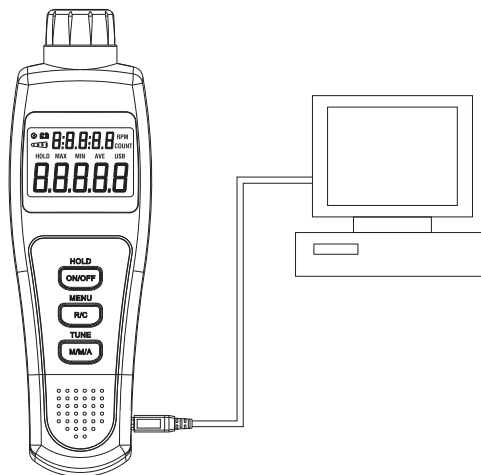

Figura 6
C. Transferencia de datos y USB (UT372 solamente, ver figura 6)
Conecte el cable de interfaz USB, el medidor y el ordenador según la figura 6.